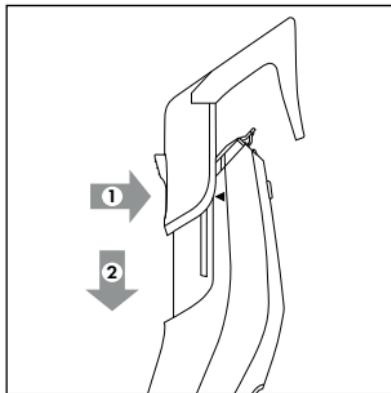

Fig. 2
- N'utilisez jamais l'appareil avec un sabot ❽/❾ défectueux ou cassé. L'absence de dents sur le sabot ❽/❾ peut entraîner un risque de blessures.
- Éteignez l'appareil avant de mettre en place ou de retirer un sabot ❽/❾.
- ◆ Pour insérer un sabot **10/11** poussez-le en dessous de la tête de coupe **1** sur l'appareil. Veillez pour cela aux rails de guidage **3** à gauche et à droite. Poussez ensuite le sabot **10/11** le long des rails de guidage **3** vers le bas (voir fig. 2). Pour cela, maintenez appuyé le bouton à l'arrière du sabot **10/11**.